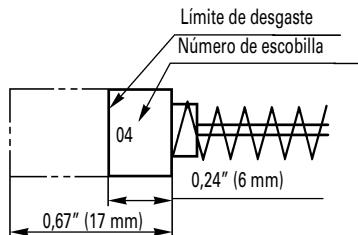

Fig. 23
### 4. Inspección de las escobillas: (Fig. 23)
**NOTA:** Utilice la escobilla N° 04 de HITACHI indicada en la Fig. 23.